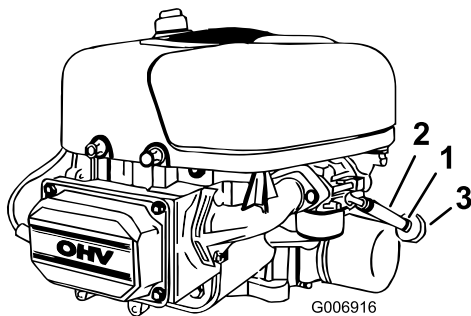

Figura 24
5. Abra el capó y localice el filtro de combustible (Figura 24).
7. Tire del tubo de combustible para separarlo del filtro (Figura 24) y deje que la gasolina se drene en un recipiente de combustible o un recipiente apropiado.
El mejor momento para cambiar el filtro de combustible (Figura 24) es cuando el depósito de combustible está vacío. No instale nunca un filtro sucio después de desmontarlo del tubo de combustible.
4. Apriete los extremos de las abrazaderas y deslícelas por el tubo alejándolas del filtro de combustible (Figura 24).
6. Apriete los extremos de la abrazadera y deslícela por el tubo de combustible hacia el depósito de combustible (Figura 24).